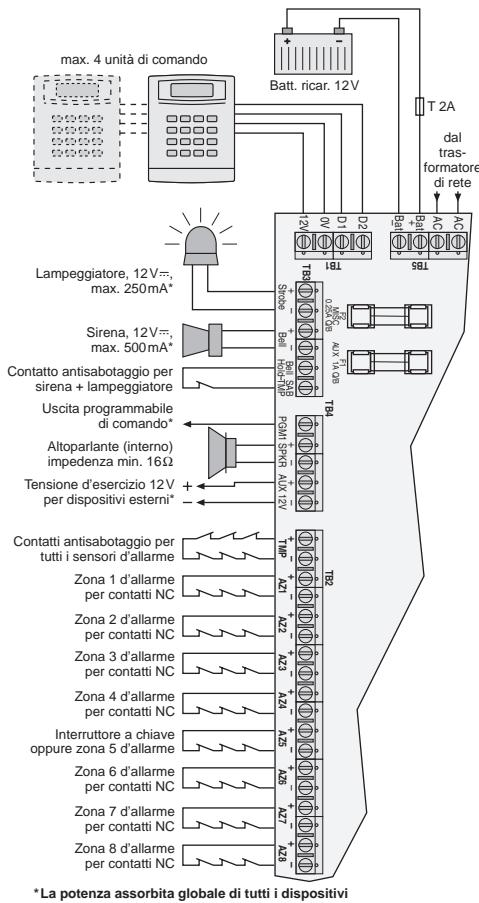

Fig. 4 Prospetto dei collegamenti
Nella fig. 4 che segue si vedono per maggiore chiarezza tutti i collegamenti possibili. Informazioni particolareggiate si trovano nei capitoli 4.5.1 a 4.5.12.
- I contatti d'allarme rappresentati in fig. 4 sono tutti dei contatti di riposo, NC (= normalmente chiusi) come è il caso nella maggior parte dei componenti in commercio. Tuttavia, si possono usare anche contatti di lavoro (NA = normalmente aperti). Come esempio, nel capitolo 4.5.7 è indicato un segnalatore d'aggressione. Comunque, all'interno di un circuito si deve usare un solo tipo di contatti.